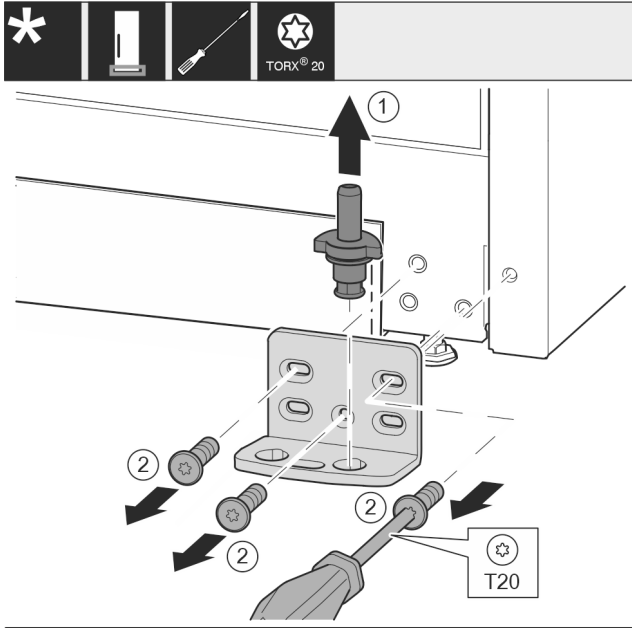

Fig. 12
- ▶ Extrageți complet bolțul de lagăr în sus. Fig. 12 (1)
- ▶ Extrageți prin rotire și detașați șuruburile cu șurubelniță T20. Fig. 12 (2)